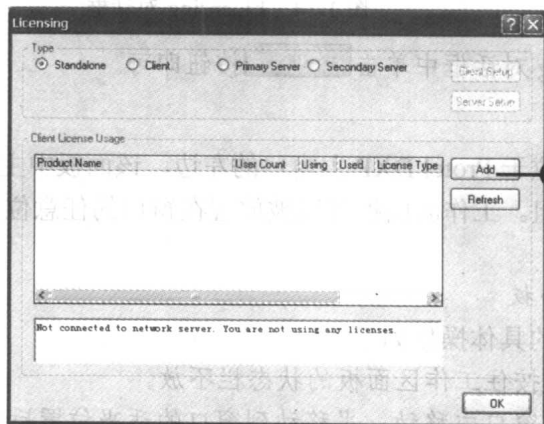

图 1-12 Licensing 对话框
(1) 单击系统菜单按钮 , 在弹出的下拉菜单中选择 Licensing 选项, 打开 Licensing 对话框, 如图 1-12 所示。